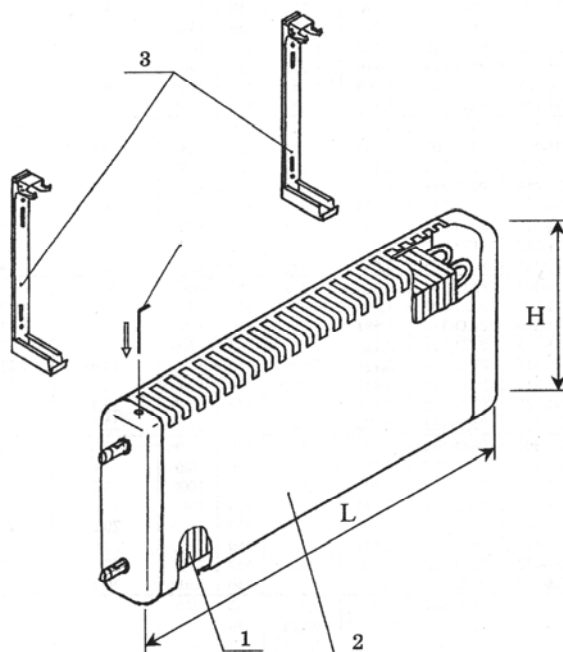

Рис. 1.1. Общий вид базового настенного конвектора «Изотерм» РКН:
1.3.1. Конвекторы «Изотерм» – отопительные приборы с кожухом настенного и напольного типа. Они выпускаются или с боковым, или с нижним расположением присоединительных патрубков. **Базовая** настенная конструкция конвектора **РКН** с боковыми патрубками показана на рис. 1.1. Кожух конвектора «Изотерм» выполняет декоративно-защитную функцию и лишь на 50 мм превышает расположенный внутри трубчато-пластинчатый нагревательный элемент. Кожух настенных конвекторов, состоящий из фронтальной панели с просечной воздуховыпускной решёткой и приваренных к ней боковых стенок, жёстко соединён с нагревательным элементом. Он навешивается на фирменные кронштейны с защёлками, обеспечивающие фиксированный зазор 12 мм между орebrением и стеной, необходимый для организации наилучшего режима теплообмена между нагревательным элементом и омывающим его воздухом. Базовые конвекторы изготавливаются высотой 150, 250, 350 и 450 мм с едиными на весь конвектор по высоте пластинами соответственно 100, 200, 300 и 400 мм.